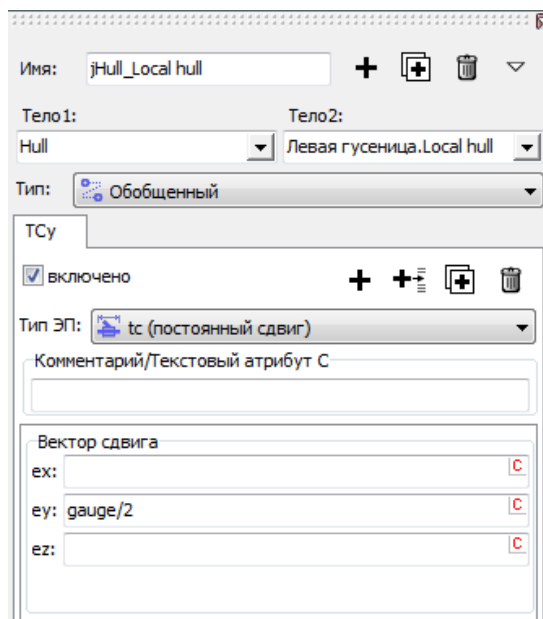

Рис. 2.30. Шарнир, жестко связывающий корпус ГМ и локальный корпус левой гусеницы
- Задайте сдвиг гусеницы в поперечном направлении на половину ширины колеи. В примере на рис. 2.30 ширина колеи задана идентификатором `gauge=2.6 м`.